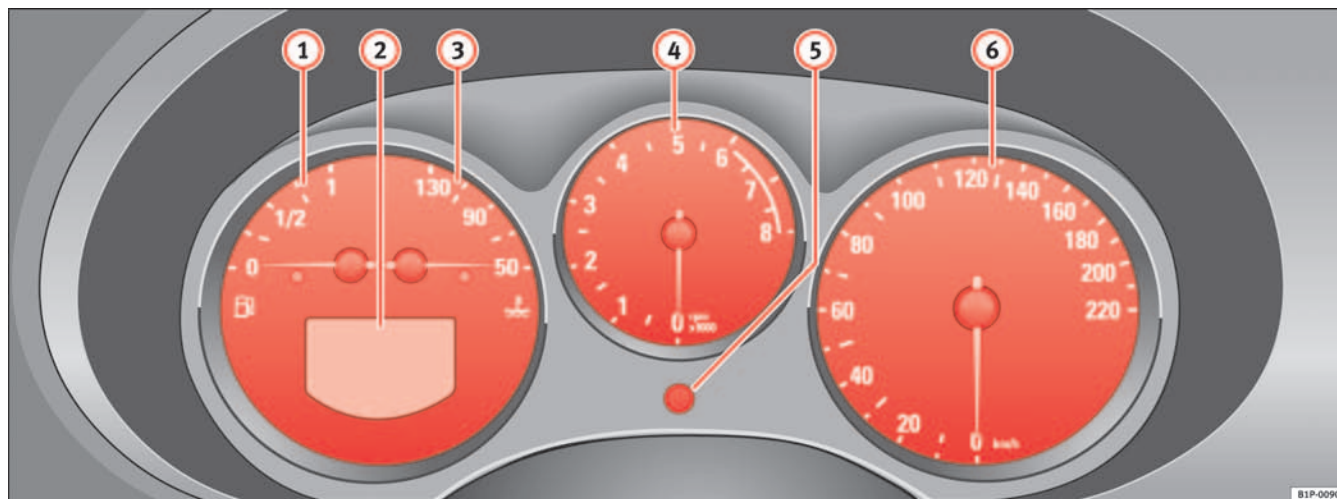

Fig. 33 Pormenor da painel de bordo: panorâmica dos instrumentos
O início da zona vermelha na escala de rotações ⇒ página 58, fig. 33  indica o regime máximo das rotações à temperatura normal de serviço. Recomenda-se que antes de alcançar esta zona seja engrenada a velocidade imediatamente superior ou que seja colocada a alavanca selectora na posição D ou ainda que se desacelere o motor.
- Para acertar as horas, rodar o botão do acerto ⇒ página 58, fig. 33  até ao batente, para a esquerda. Com uma rotação única e rápida para a esquerda, avança-se uma hora.
O contador da direita regista os trajectos parciais. A última posição indica troços de 100 m. O contador para percursos curtos pode ser colocado a zero pressionando o botão de reposição a zero ⇒ página 58, fig. 33 ⑥.